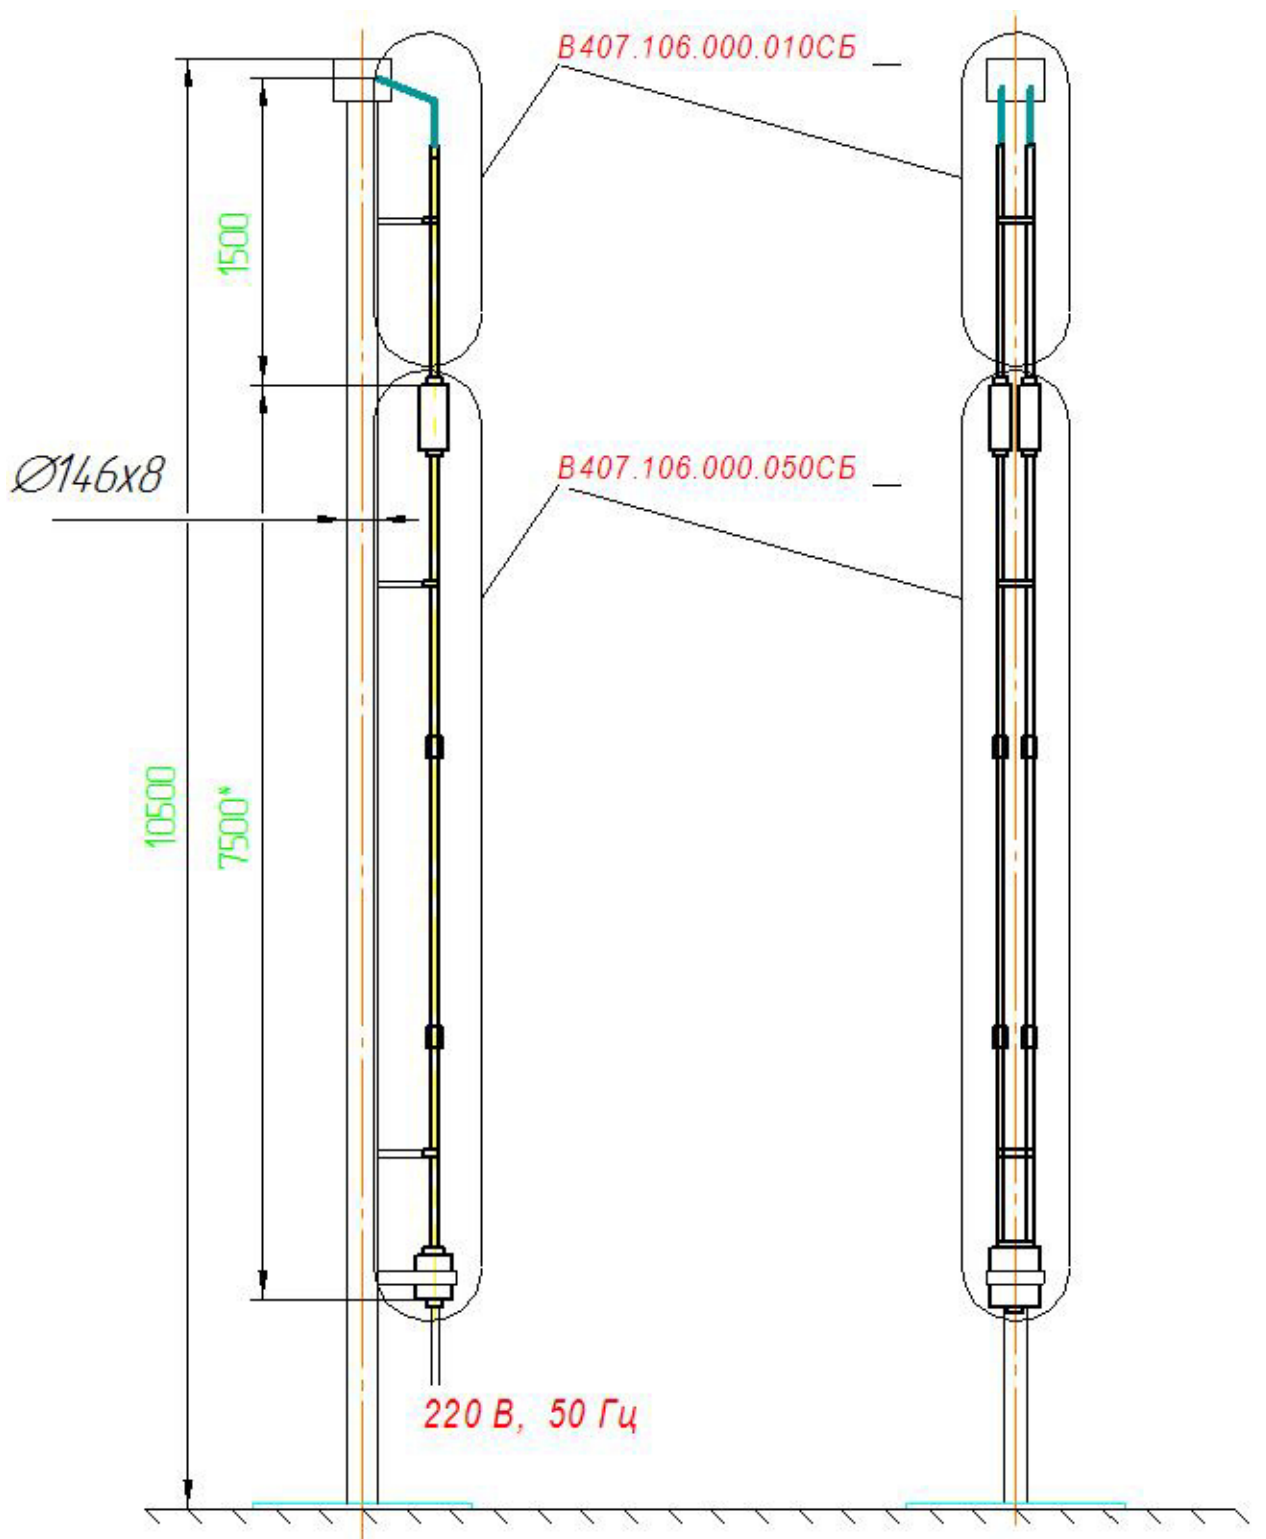
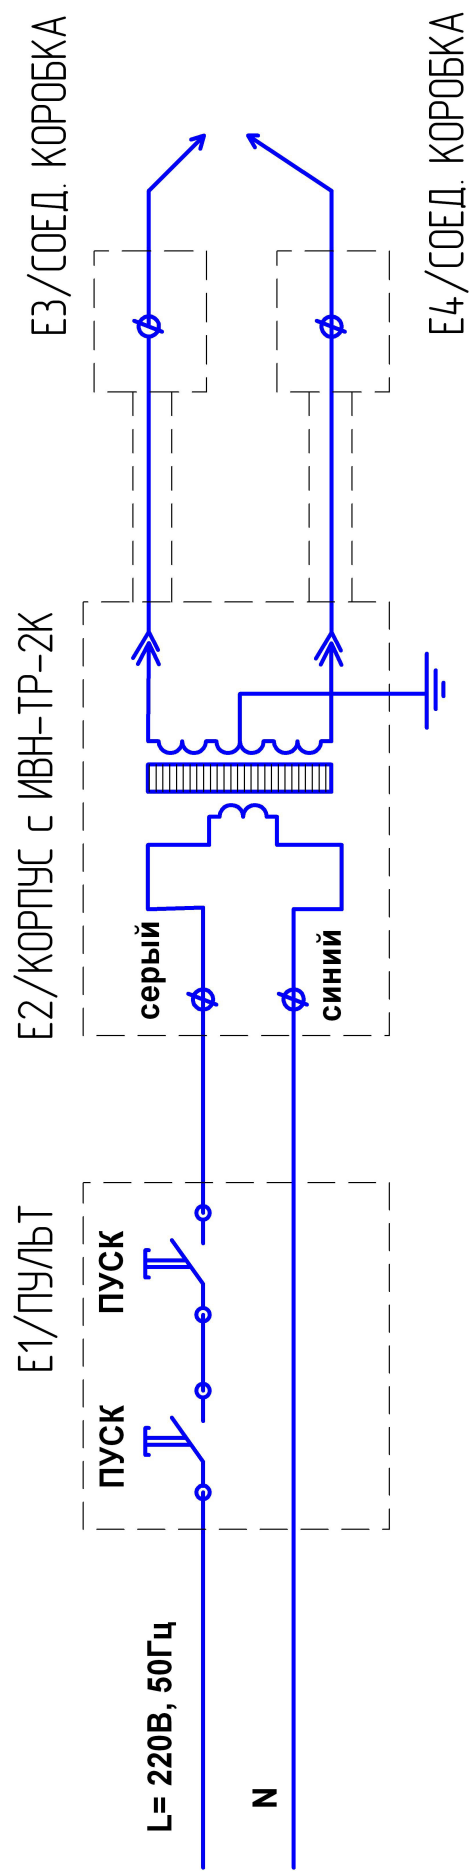

Рис. 1
Рис.2. Блок запальных штанг БЗШ-2. Схема электрическая подключений.
4.1. Устройство **БЗШ-2** выполнен в виде сборной блочной конструкции. Общий вид устройства **БЗШ-2** представлен на рис. 1. Схема электрическая подключения приведена на рис.2.
6.2 Сборка устройства БЗШ-2 должен производиться в соответствии с чертежом по рис.1 и схемой подключения по рис.2. Собранное устройство БЗШ-2 монтируется на факельной установке согласно проекта.